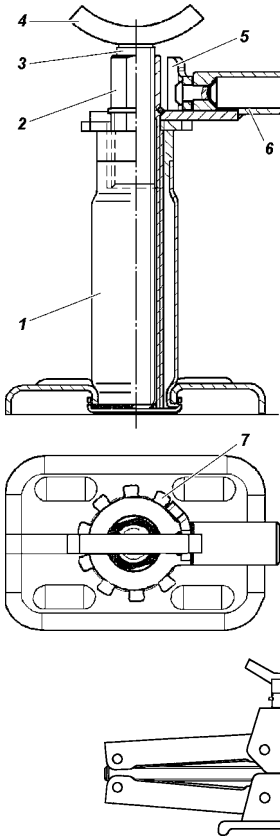
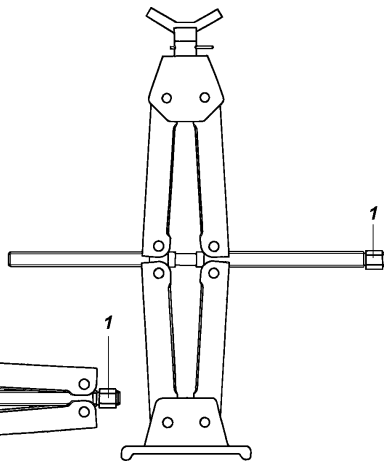

Рис. 10.1. Домкрат:
Рис. 10.2. Домкрат:
**Домкрат** (рис. 10.1 или 10.2) предназначен для вывешивания колес автомобиля при его техническом обслуживании или ремонте. Грузоподъемность домкратов 2 т. Наибольшая высота подъема домкрата, приведенного на рис. 10.1 - 240 мм, на рис. 10.2 - 295 мм.
**Последовательность действий для вывешивания колеса при применении домкрата, приведенного на рис. 10.1:**
**Последовательность действий для вывешивания колеса при применении домкрата, приведенного на рис. 10.2:**